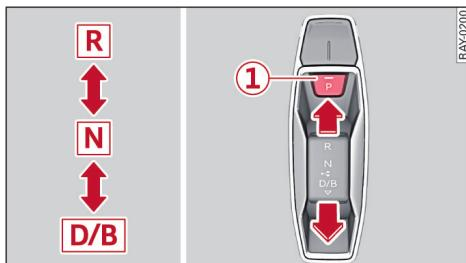

图 65 中控台: 选档杆
- ▶ 按 P 按钮 \Rightarrow 77 页，图 65。驻车制动器被拉紧。自动挂入驻车档 P（驻车锁止档）。驱动系统被关闭。